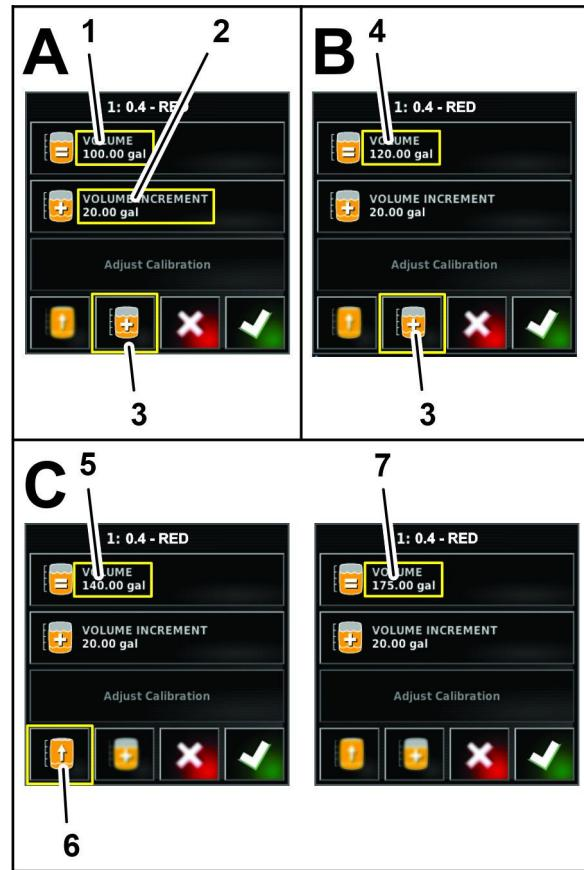

Figure 127
- Si vous ajoutez progressivement des produits chimiques dans l'eau, appuyez sur l'icône d'AUGMENTATION de volume (Figure 127).
5. Utilisez le pavé numérique de l'affichage pour saisir le volume de produit (eau et produits chimiques par exemple), que vous allez ajouter dans la cuve et appuyez sur l'icône de confirmation (Figure 127).
6. Si vous ajoutez progressivement des produits chimiques dans l'eau, ajoutez le produit dans la cuve et appuyez sur l'icône d'AUGMENTATION DE LA QUANTITÉ DE PRODUIT (Figure 127).
7. Si vous remplissez la cuve au maximum d'eau ou de produit, vous pouvez appuyez sur l'icône de REMPLISSAGE MAXIMUM DE LA CUVE (Figure 127).